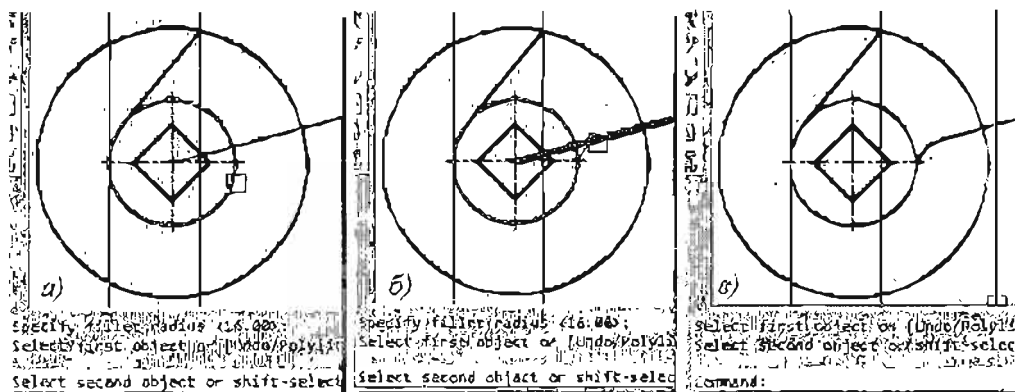

Рис. 8.41. Сопряжение луча с окружностью R28 мм
*Select second object or shift-select to apply corner or [Radius]:* (Выберите второй объект или нажмите клавишу Shift при выборе, чтобы создать угол, или [Радиус]). Укажите луч. На рис. 8.41 приведена последовательность выбора сопрягаемых элементов (рис. 8.41 а, б) и результат сопряжения (рис. 8.41 в).